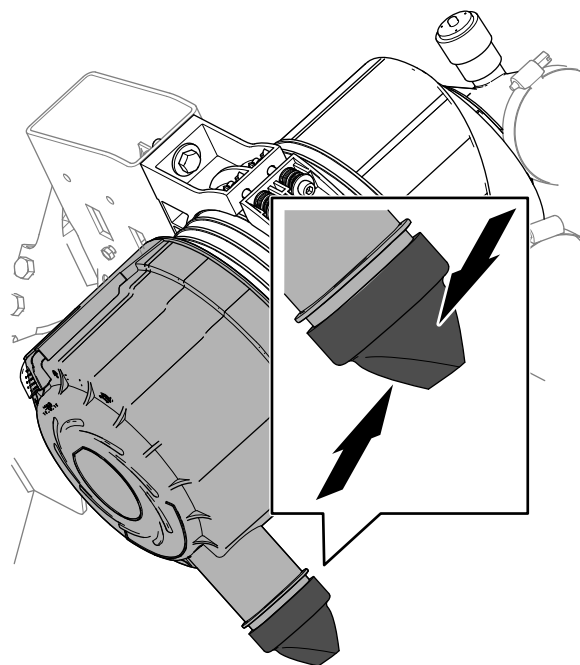

Figura 118
4. Apriete la válvula de expulsión de polvo (Figura 118).